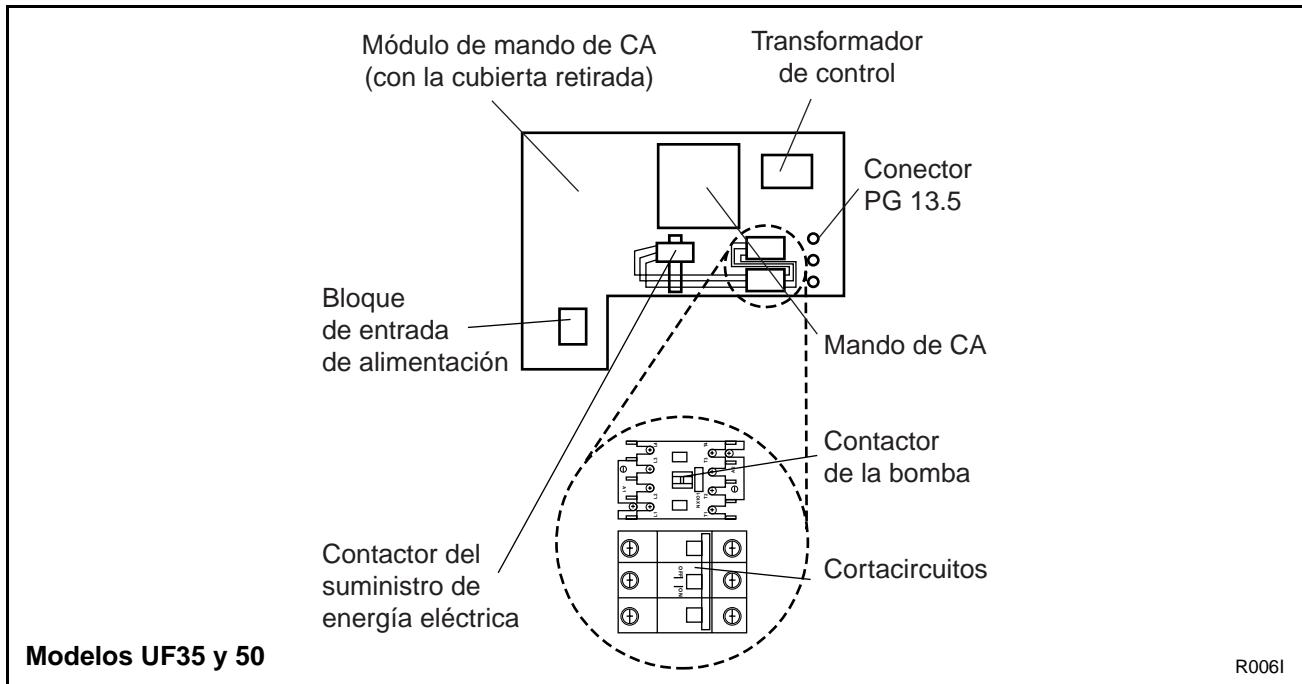
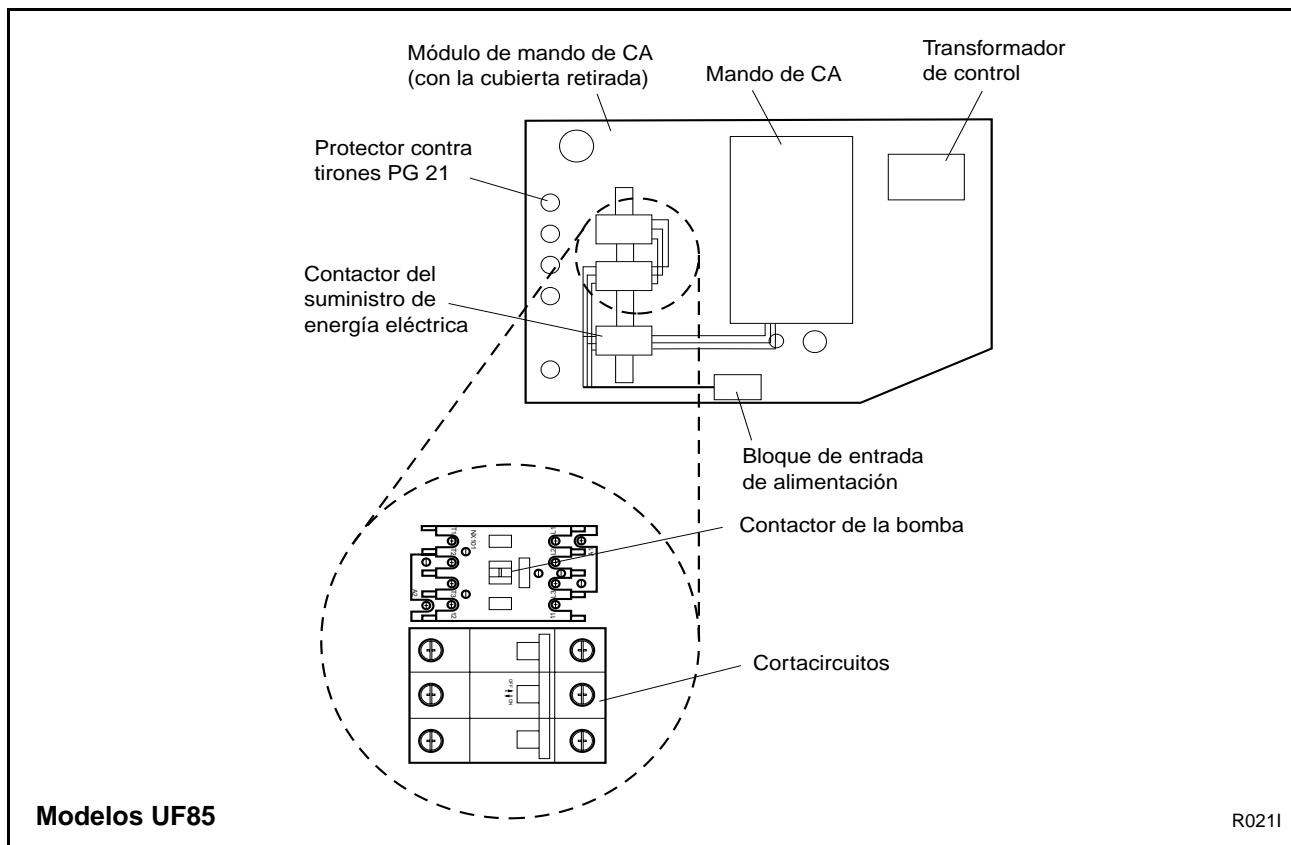

Figura 21
Figura 22
- b. *En los modelos de 35 y 50 libras,* acople el cortacircuitos y el contactor de la bomba (incluidos en el juego de piezas) al riel de montaje localizado justamente debajo del transformador de control, en el lado derecho de la unidad de mando de CA, como se muestra en la Figura 21. *En los modelos de 85 libras,* acople el cortacircuitos y el contactor de la bomba (incluidos en el juego de piezas) al riel de montaje localizado en el lado izquierdo de la unidad de mando de CA.
a. En los modelos de 35 y 50 libras, desconecte los dos enchufes superiores del grupo de tres enchufes negros ubicados en el lado derecho del módulo de control posterior. Estos enchufes están ubicados a la derecha del cortacircuitos y el contactor de la bomba, como se muestra en la Figura 21. En los modelos de 85 libras, retire el segundo enchufe de la parte superior localizado a la izquierda del cortacircuitos y el contactor de la bomba, como se muestra en la Figura 22.